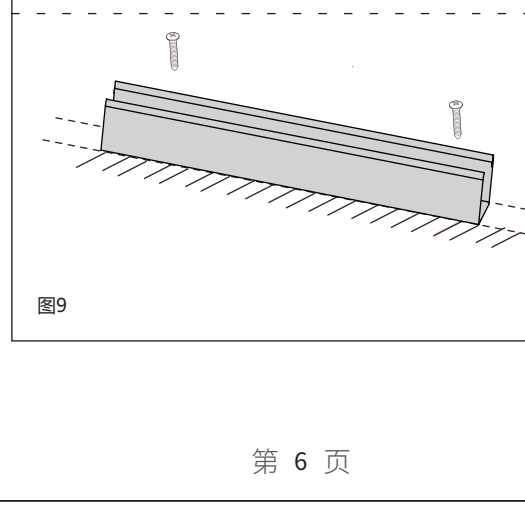

图8
(8). 将灯带的尾部四周涂上填胶, 再将地头插入灯带的尾部, 如图8所示: